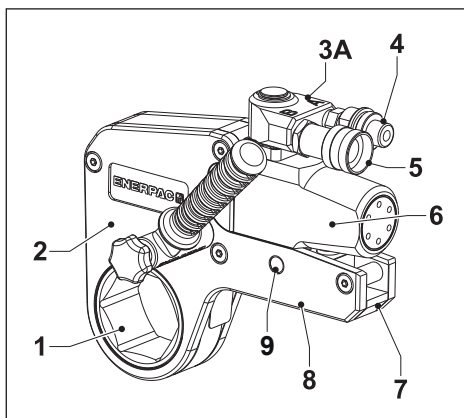

Fig. 1
- Nunca utilice la llave si sabe o sospecha que el pasador de retención del espaciador de la unidad de accionamiento está desgastado, doblado, ausente o dañado. La unidad de accionamiento puede desprenderse del cassette y convertirse en un proyectil peligroso. Véase la pieza 9, página 10, Fig. 1 o 2.
3.1 Vista general y funciones (Fig. 1 o 2)